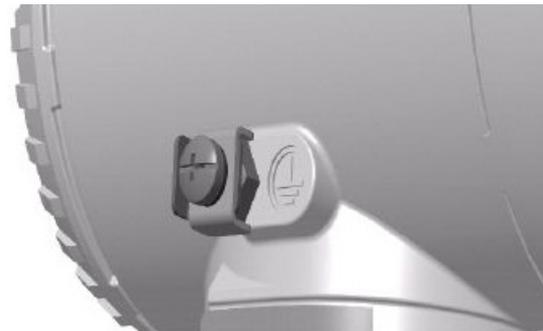

Рис. 19 Подсоединение заземления к корпусу датчика.
На внешнем корпусе прибора и в соответствующем разьеме предусмотрена клемма для заземления (PE). Обе клеммы соединены друг с другом (см. рис. 19).